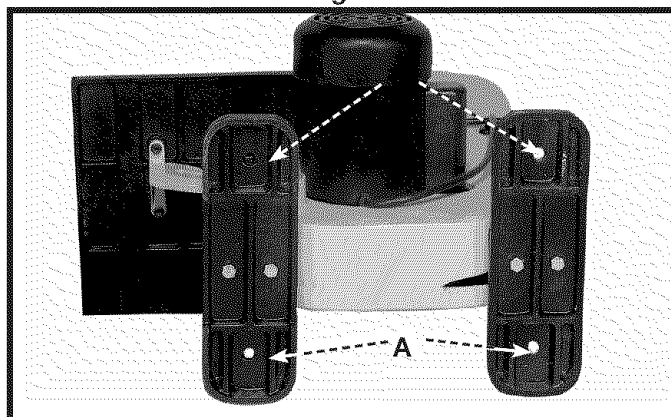
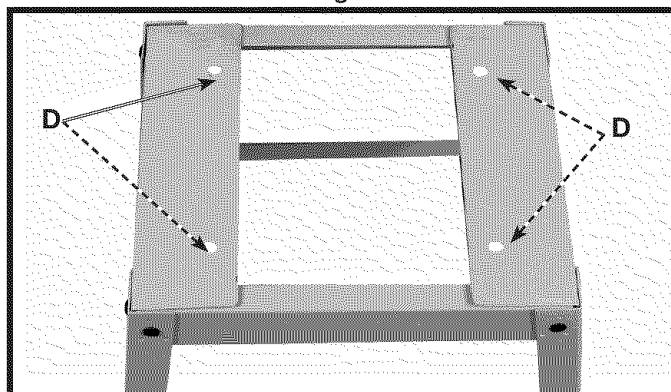

Fig. 5
Fig. 6
1. La fig. 5 illustre les quatre trous débouchants (A) qui fixeront la scie à ruban au socle.
2. Installer la scie à ruban sur le dessus du socle et aligner les trous (A) fig. 5, avec ceux (D) fig. 6, des traverses supérieures du socle.